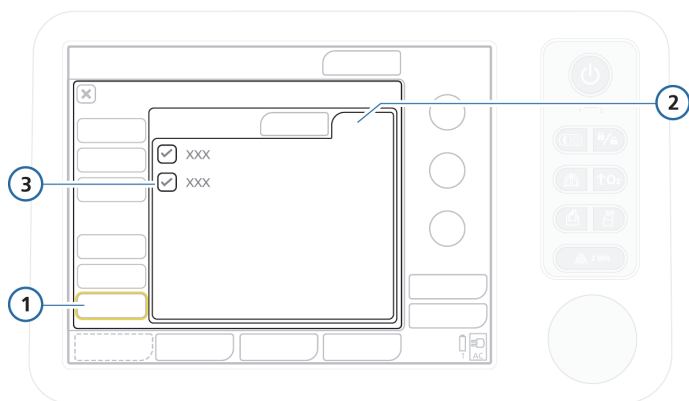

Рисунок J-14. Включение панели опций SpO2
1. Откройте окно «Конфигурация» и коснитесь кнопки **«Options»**, а затем – вкладки **«HW options»** (см. рис. J-14).